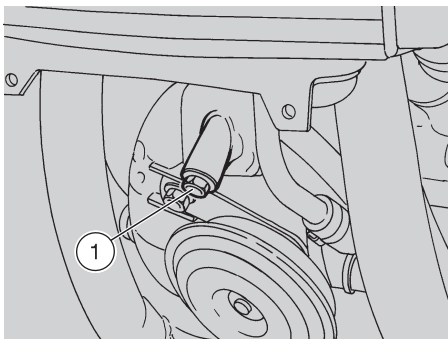

Fig. 27
- ◆ Togliere il tappo posto sulla trave anteriore del telaio (1 Fig. 27).
- ◆ Controllare la rondella di tenuta del tappo trave telaio anteriore (1 - Fig. 27) e riavvitare.